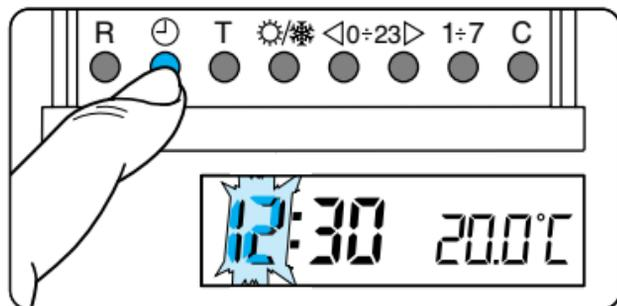

Fig. 15
3.4 - Premere il pulsante  (fig. 15).